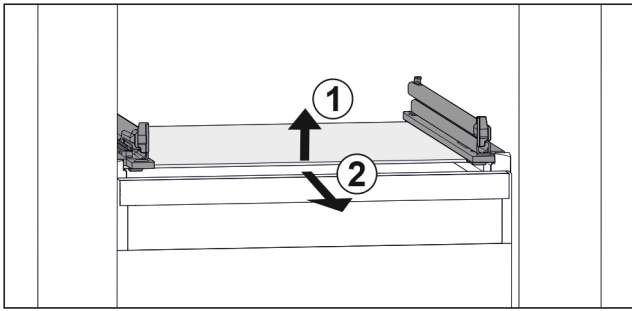

Fig. 65 Примерное отображение стеклянной пластины
- ▶ Приподнимите стеклянную пластину спереди. Fig. 65 (1)
- ▶ Извлеките стеклянную пластину движением вперед. Fig. 65 (2)